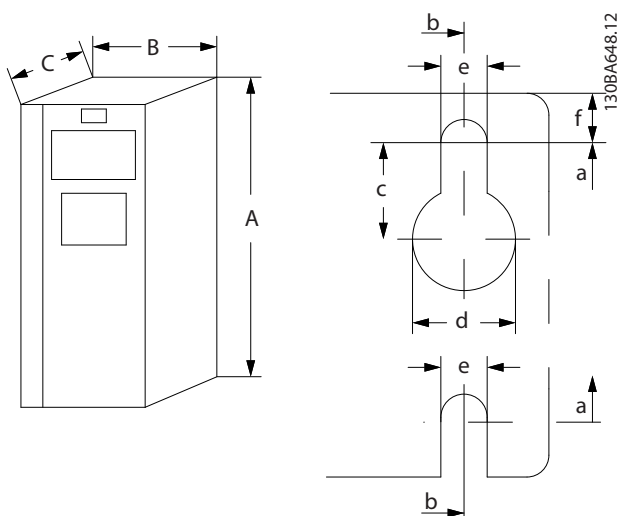
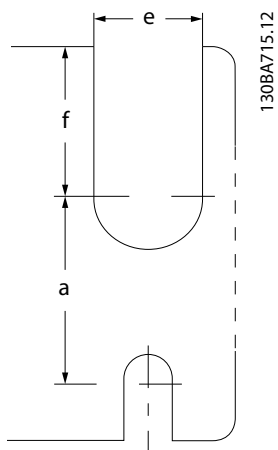

Ilustración 8.2 Agujeros de montaje superiores e inferiores
Ilustración 8.3 Agujeros de montaje superiores e inferiores (B4, C3 y C4)
1) Consulte *Ilustración 8.2* y *Ilustración 8.3* para los agujeros de montaje superiores e inferiores.
1) Consulte Ilustración 8.2 y Ilustración 8.3 para los agujeros de montaje superiores e inferiores.